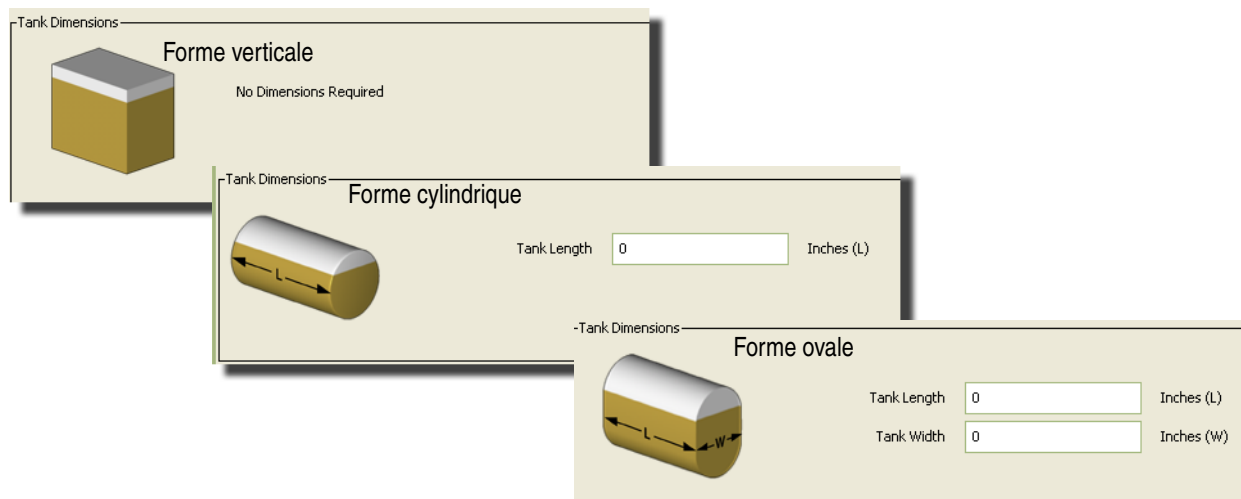

FIG. 102
- **"Tank Shape" (Forme de réservoir)** : sélectionnez soit "Vertical" (Vertical) (par défaut), "Cylinder" (Cylindrique) ou "Obround" (Ovale). Des informations supplémentaires concernant les dimensions sont nécessaires pour les réservoirs de forme cylindrique ou ovale (consultez la FIG. 102).